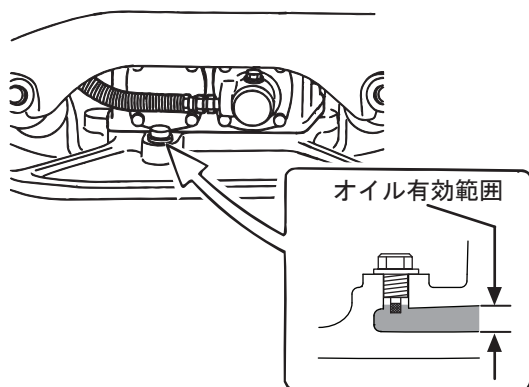

図 16
- 100時間運転毎に本機を水平にして起振体のオイルゲージを外し、オイルが許容範囲にあるかを点検してください。(図16)